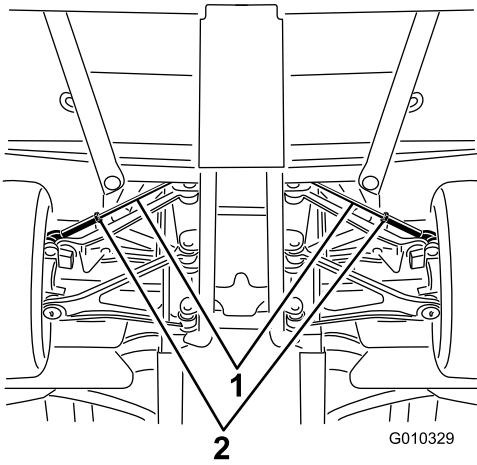

図 58
- A. タイロッドの中心についているジャムナットをゆるめる 図 58。